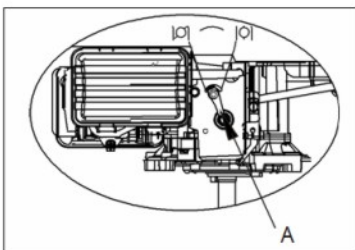

Abb. 2B A. Gashebel
b) Stellen Sie den Gashebel auf die Choke-Position  (Abb. 2B).